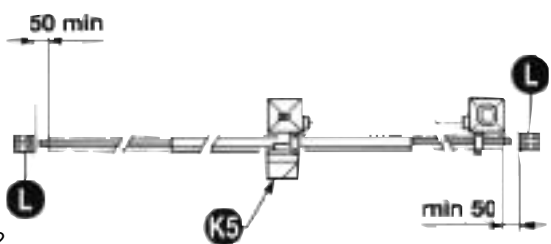

Abb. 2
- Ausser der elektrischen und mechanischen Endschalter, die mit der Steuerung verbunden werden ist es ratsam einen festen Endanschlagpunkt am Boden zu befestigen. Der im gegeben Fall einer Fehlfunktion der elektronik den Antrieb mt seinen kinetischen und statischer Groesse zum halten bringt (12)(Bild 2).
Es ist notwendig, am Ende der Führung zwei mechanische Stoppvorrichtungen zu befestigen (12) (Abb. 2).